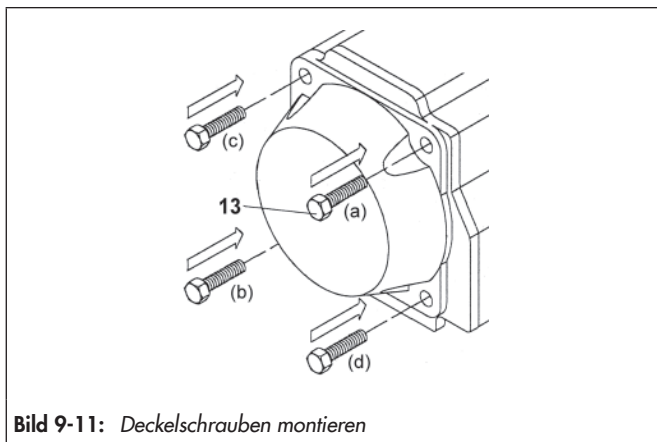

Bild 9-11: Deckelschrauben montieren
- ⇒ Einbausequenz beachten, vgl. Bild 9-11.
- ⇒ Deckel auf das Gehäuse (29) montieren.
- ⇒ Anziehen der Schrauben (13) abschließen, jede Schraube in der gezeigten Reihenfolge um jeweils eine Umdrehung anziehen, vgl. Bild 9-11.
- ⇒ Beide Einstellschrauben (2), Kontermuttern (4), Unterlegscheiben (3) und Dichtungen (11) einsetzen.
- ⇒ Einstellschrauben (2) in das Gehäuse eindrehen, Endlageneinstellung beachten.
- ⇒ Stellungsanzeige (19) auf Welle stecken und auf die richtige Position achten.